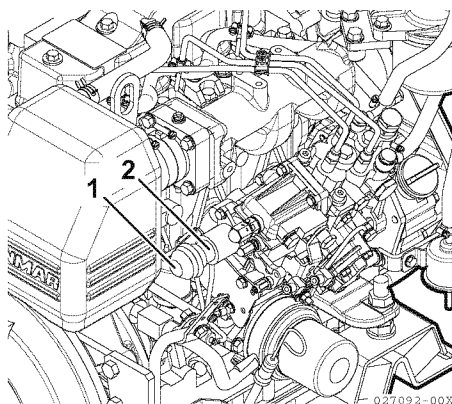

Figure 5
Si le moteur ne peut être arrêté avec le commutateur d'arrêt sur le panneau, arrêtez le moteur en appuyant sur le bouton (**Figure 5, (1)**) à l'arrière du solénoïde d'arrêt (**Figure 5, (2)**).